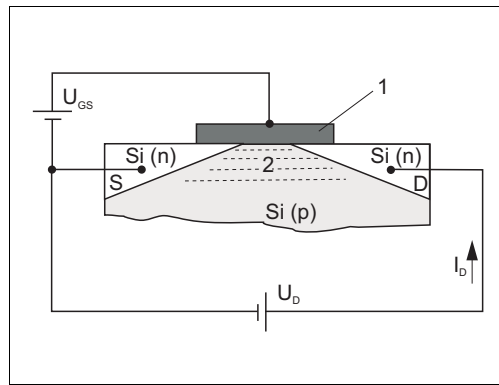
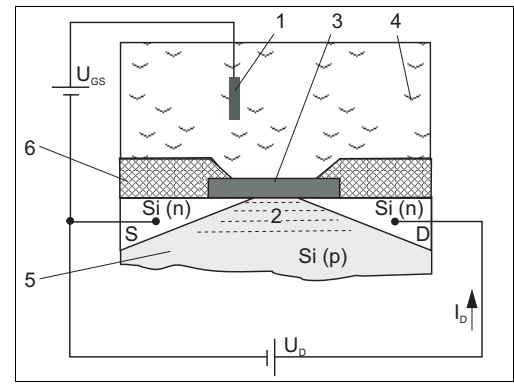

Fig. 1: Principio MOSFET
Fig. 2: Principio ISFET
I transistori a effetto di campo ione selettivo utilizzano un dispositivo MOS¹⁾ (→ Fig. 1), in cui il gate metallico (pos. 1) non è un elettrodo di controllo. Nel caso dell'ISFET il fluido (→ Fig. 2, pos. 3) è a diretto contatto con lo strato isolante del gate (pos. 2). Due zone fortemente conduttrici di tipo N sono incluse nel substrato conduttore di tipo P (→ Fig. 2, pos. 5) del materiale semiconduttore (Si). Queste aree conduttrici di tipo N fungono da elettrodo emettitore ("Source", S) e ricevitore ("Drain", D). L'elettrodo metallico che forma il gate (nel caso del MOSFET) e il fluido (nel caso dell'ISFET) formano un condensatore con il substrato sottostante. La differenza di potenziale che si viene a creare fra il gate e il substrato (U_{GS}) determina un aumento della densità degli elettroni fra "Source" e "Drain". Si forma quindi un canale conduttore di tipo N (pos. 2), che determina il flusso di una corrente indotta (I_D).